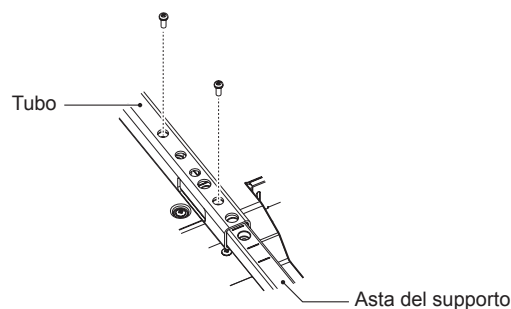

Figura 2
2. Installare l'asta del supporto e il tubo con le viti in dotazione. Serrare le viti negli appositi due fori sul tubo (Figura 2).